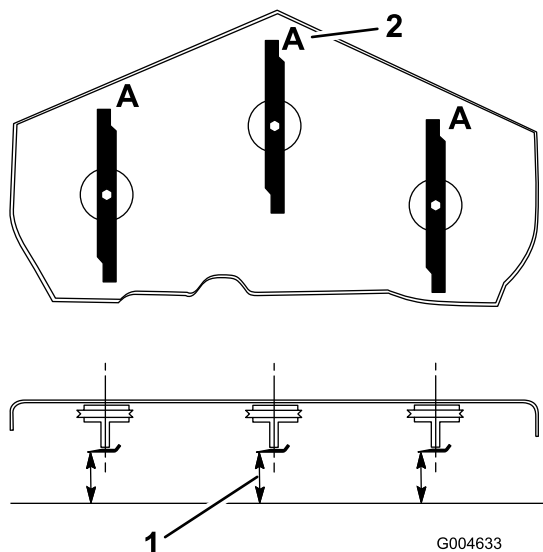

Figura 94
3. Rode as lâminas até as suas extremidades se encontrarem viradas para a frente e para trás (Figura 94).
Nota: Meça desde uma superfície nivelada até à extremidade de corte, posição A, das lâminas (Figura 94). Anote esta medida.